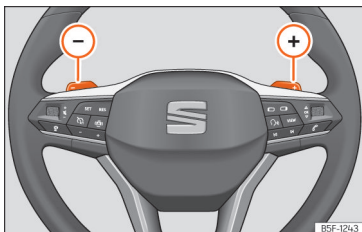

Fig. 100 Volante: alavancas para mudança automática de velocidades.
- Pressione a alavanca de mudanças (+) para engrenar uma velocidade mais alta >>> **Fig. 100**.